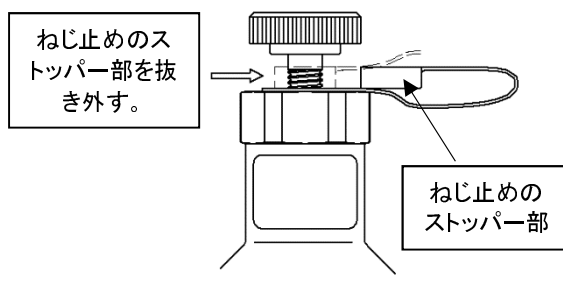

図4
- 2) ねじ止めのストッパー部を手で抜き外します(図4)。